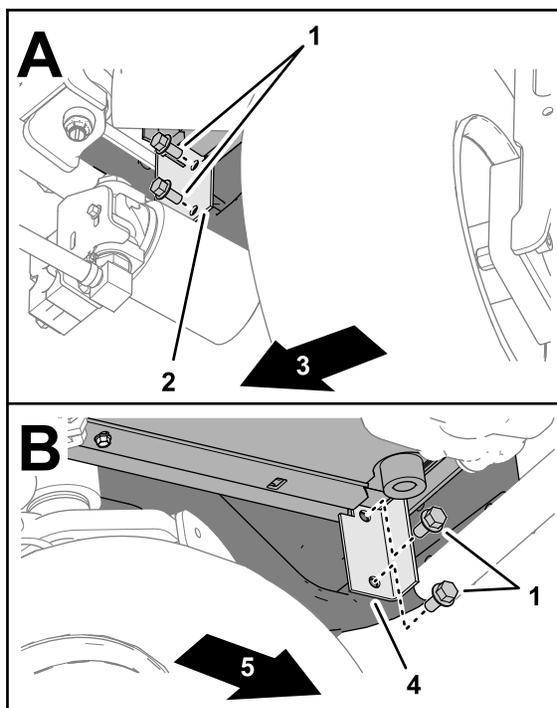

Figura 28
1. En la esquina inferior delantera del radiador, ensamble provisionalmente el soporte del radiador a la pieza fundida trasera de la máquina (Figura 28) con los 2 tornillos de caperuza con arandela prensada (3/8" x 3/4") que retiró en Retirada del radiador de la máquina \(página 10\).
2. Al otro lado de la máquina, ensamble provisionalmente el soporte del radiador a la pieza fundida trasera (Figura 28) con los 2 tornillos de caperuza con arandela prensada (3/8" x 3/4").